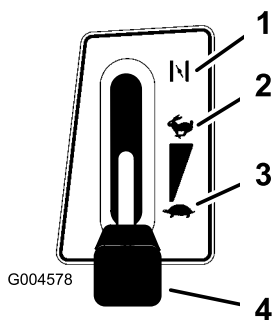

Bild 13
5. Stellen Sie den Gasbedienungshebel auf Choke (Bild 13).
- Schieben Sie den Gasbedienungshebel, sobald der Motor angesprungen ist, langsam auf Schnell (Bild 13). Sollte der Motor stoppen oder stottern, schieben Sie den Gasbedienungshebel wieder für ein paar Sekunden auf die Choke-Stellung, schieben Sie den Gasbedienungshebel dann auf Schnell. Wiederholen Sie diesen Vorgang nach Bedarf.
- Stellen Sie den Gasbedienungshebel auf „Langsam“ (Bild 13).